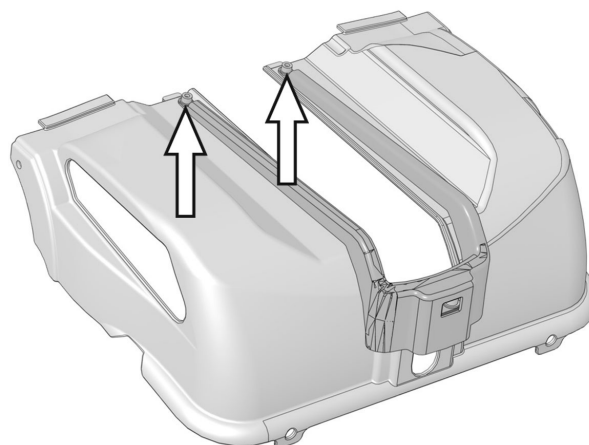

Bild 9. Klämskyddskåpan sitter monterad på chassits främre kåpa med två skruvar.
4. Demontera de två skruvarna som klämskyddet sitter monterat med. Se bild. 9.